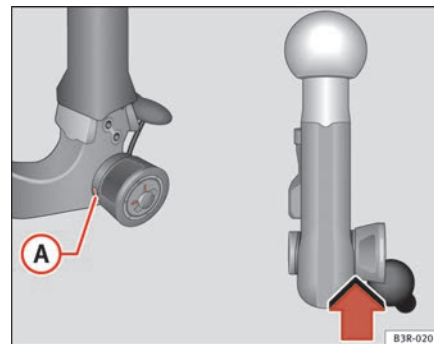

Fig. 154 Dispositivo desmontable para remolque: Comprobación de seguridad
- Compruebe si la marca verde **A** ⇒ página 201, fig. 154 de la rueda moleteada se encuentra en la zona negra de la rótula.